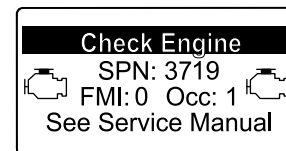

Figura 58
- Si es necesario realizar una regeneración de recuperación, el InfoCenter muestra la advertencia del motor SPN 3719, FMI 16 (Figura 58) y el ordenador del motor reduce la potencia del motor al 85%.